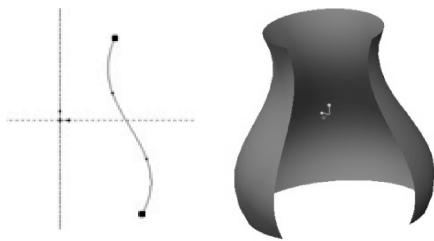

图 4-76 开放截面旋转曲面
- ② 创建曲面或者薄板时，二维草绘截面可以闭合，也可以开放，如图 4-76 所示；